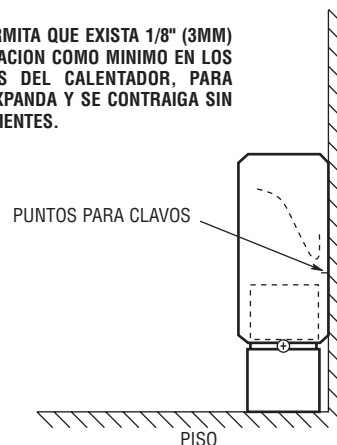

Figura 2. Instalación del Calentador
1. Coloque el calentador en el sitio deseado de la pared, como lo muestra la Figura 2. Para lograr una mayor satisfacción con la calefacción, coloque el calentador debajo de una ventana.